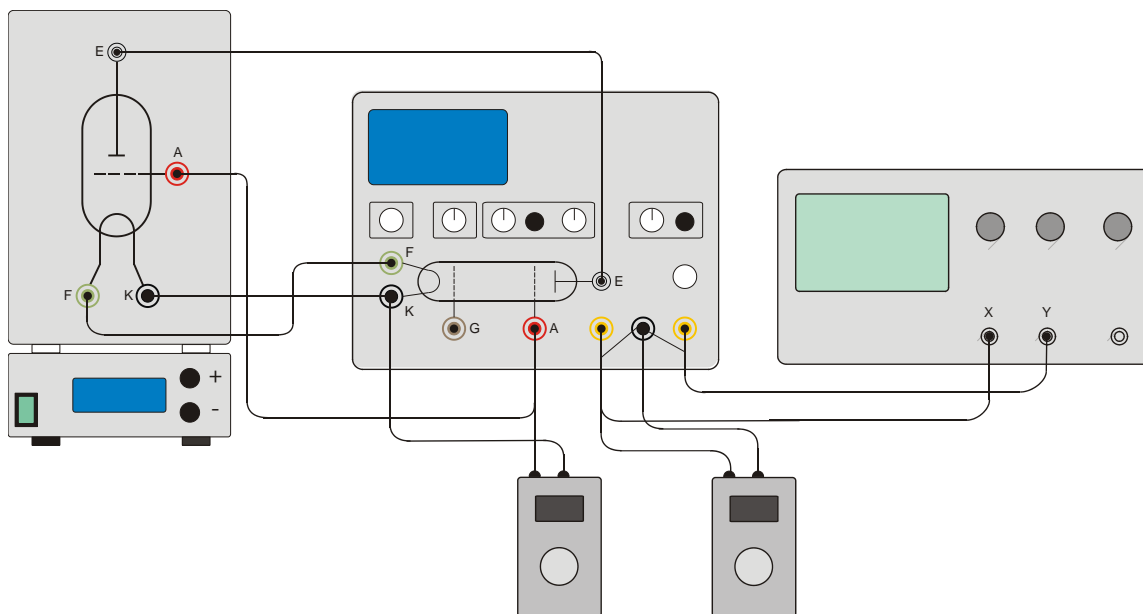

Fig. 3 Struttura sperimentale tubo di Franck-Hertz con 2 voltmetri digitali
- Collegare il voltmetro digitale all'uscita di segnale (U_X) e alla presa di terra (vedere fig. 3).